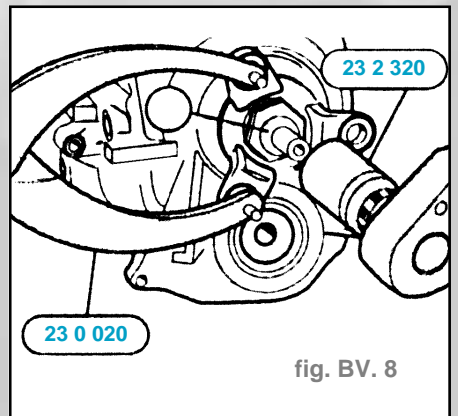

fig. BV. 8
- Retenir la bride de sortie de boîte avec la clé spéciale **23 0 020** (fig. BV. 8).